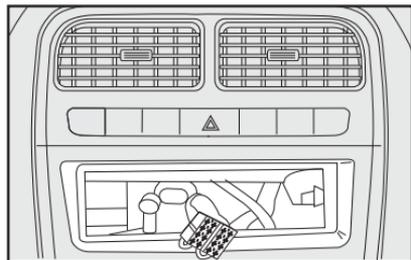

fig. 115
- Cable para la alimentación de la radio **fig. 115**.